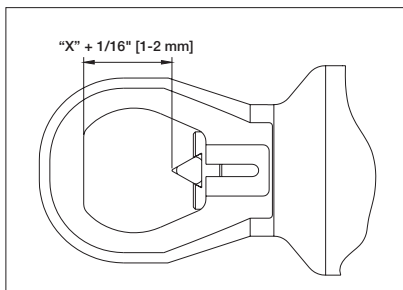

図6
4. ヘッドの平面部分から刃の先端までの距離が、手順1で測定したナットからボルトまで距離と同一になるまでカッティングヘッドを回転させてから、さらに1～2 mm (1/16") を追加します。図6を参照してください。